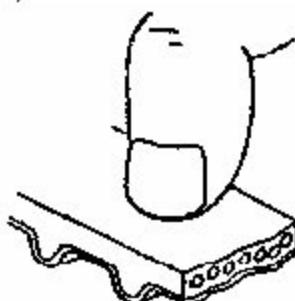

图 4-1
- A). 反面橡胶硬化反面橡胶光滑无弹性，且硬化到用指甲划而没有痕迹的程度(见图 4-1)。